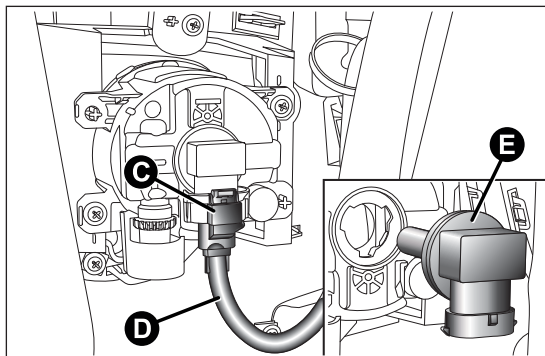

fig. 132
- ☐ actuar en la ballestilla C fig. 132 y soltar el conector eléctrico D;